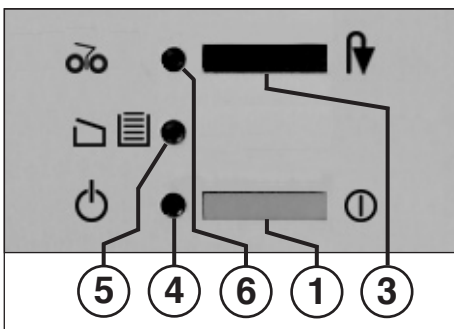

Fig. 1
- 3 = Pulsador „retroceso“ (fig. 1)**
„Disponibilidad de servicio“ (fig. 1)
- 5 = Indicación de control (fig. 1)**
„Acumulación de papel“ (fig. 1)
- Conectar la máquina mediante el pulsador (1) (fig. 1). Se ilumina la indicación de control (4) (fig. 1).
- Quando la bolsa recogedora está llena, la máquina se desconecta. La indicación de control “Bolsa recogedora llena” (5) (Fig. 1) se enciende. Vacíe la bolsa recogedora como sigue:
- Introduzca el marco deslizante junto con la bolsa recogedora y cierre la puerta. El indicador de control (5) (Fig. 1) se apaga.